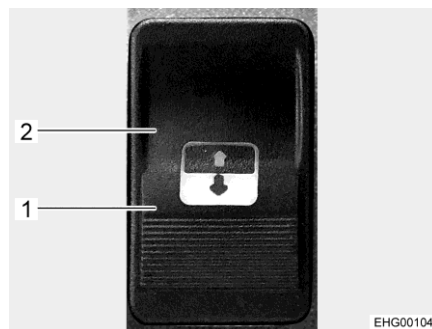

Bild 127 Manöverknapp
Manöverknappen (Bild 127) är placerad bredvid det elektriska, öppningsbara taket i fordonets tak
- Tryck på sidan med öppna-symbolen på manöverknappen (Bild 127,1) tills det öppningsbara taket befinner sig i önskat läge.
- Tryck på sidan med stäng-symbolen på manöverknappen (Bild 127,2).
- Tryck på sidan med stäng-symbolen på manöverknappen (Bild 127,2) tills det öppningsbara fönstret har stängt sig så mycket som möjligt.